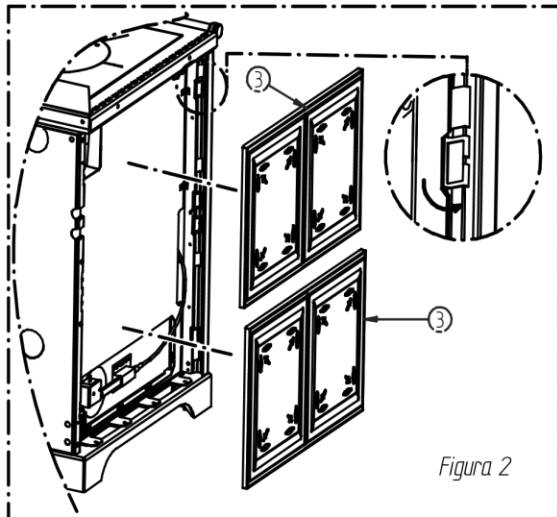
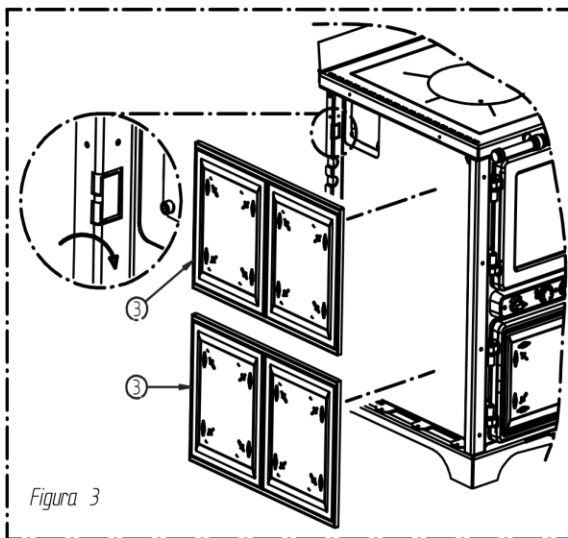

Figura 2
Figura 3
Procedere ora al montaggio delle ceramiche laterali (3) assemblando dapprima quella inferiore e poi quella superiore. Inserire la ceramica (3) come indicato nella Figura 2 e Figura 3 deformando dapprima le alette indicate. Fermare ora le ceramiche (3) attraverso i profili (1). Fissare ora i profili estetici (2).